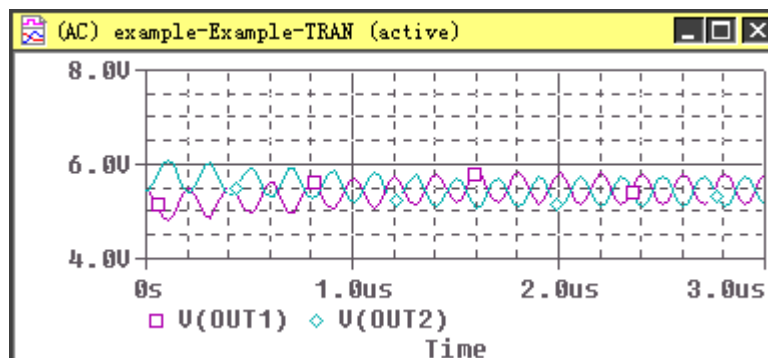

图10-25瞬态分析结果
- 点选PSpice/Run, 或其对应的智慧图标, 进行分析。呼叫V(OUT1)、V(OUT2)瞬态波形。结果如图10-25所示。